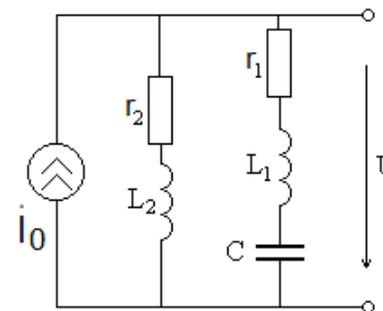

Рис. 28
5. В программе MicroCAP проведите моделирование зависимости **от частоты** амплитуды напряжения U на сложном параллельном колебательном контуре, показанном на рис. 28, при:
Пример такого перехвата экрана показан на рис. 28.